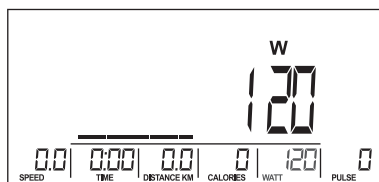

Fig. 20
1. Use la perilla para seleccionar el modo de programa WATT (W). Pulse MODE para confirmar.
2. Use la perilla para ajustar el valor objetivo de la función WATT (Fig. 20). Valor predeterminado: 120. Pulse MODE para confirmar.